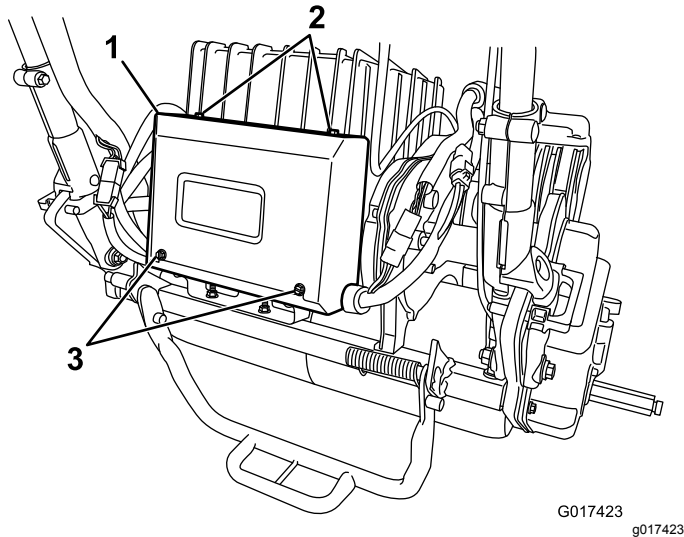

Figura 41
2. Rimuovete le 2 viti posteriori dalla scatola elettrica e allentate le 2 viti superiori, quindi rimuovete il coperchio della scatola (Figura 41).